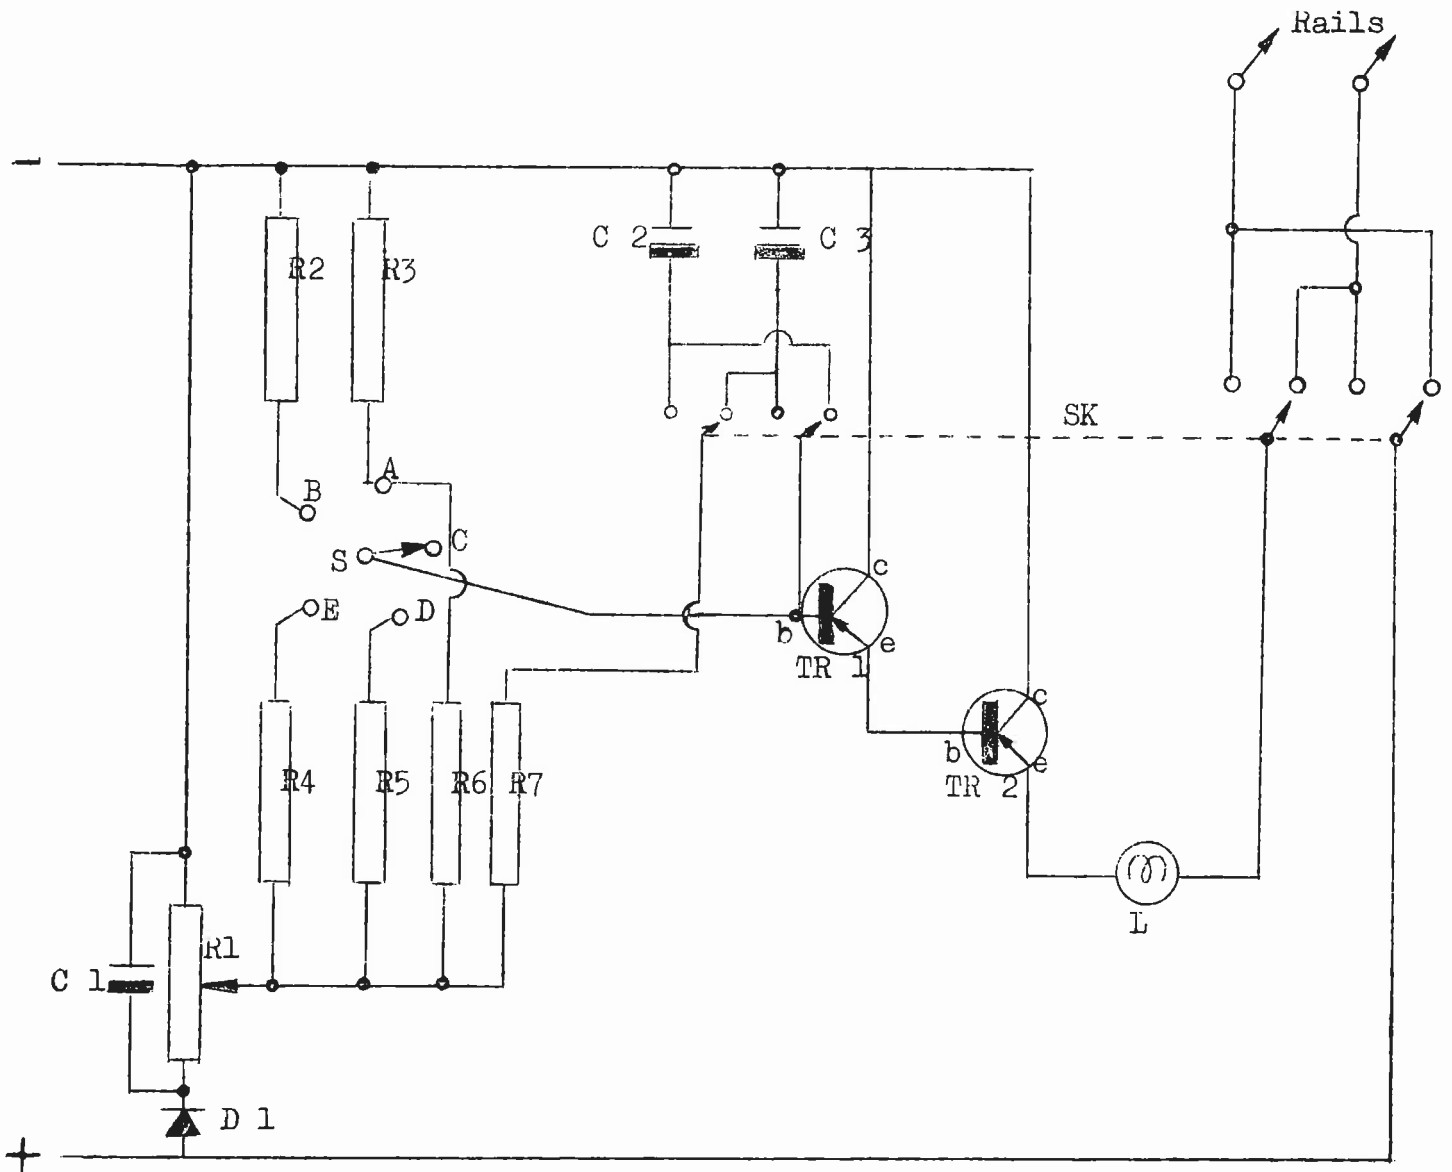

Fig. 1
verklaring bij fig. 1
TR. 1 zie fig. 1
TR. 2 zie fig. 1
D. 1 zie fig. 1